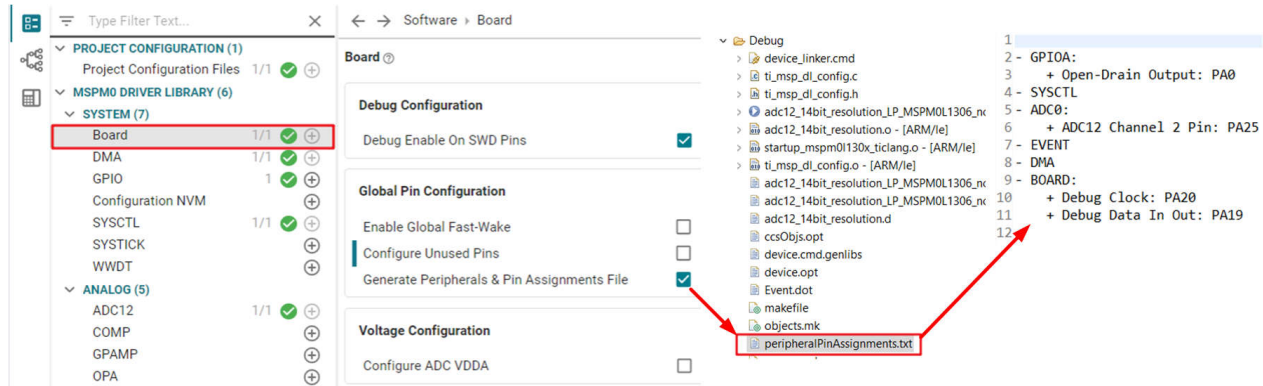

图 3-12. 电路板视图
- **Generate Peripherals and Pin Assignments File**：如图 3-12 所示，启用后，在 **Debug** 文件夹中生成外设和引脚分配文件。